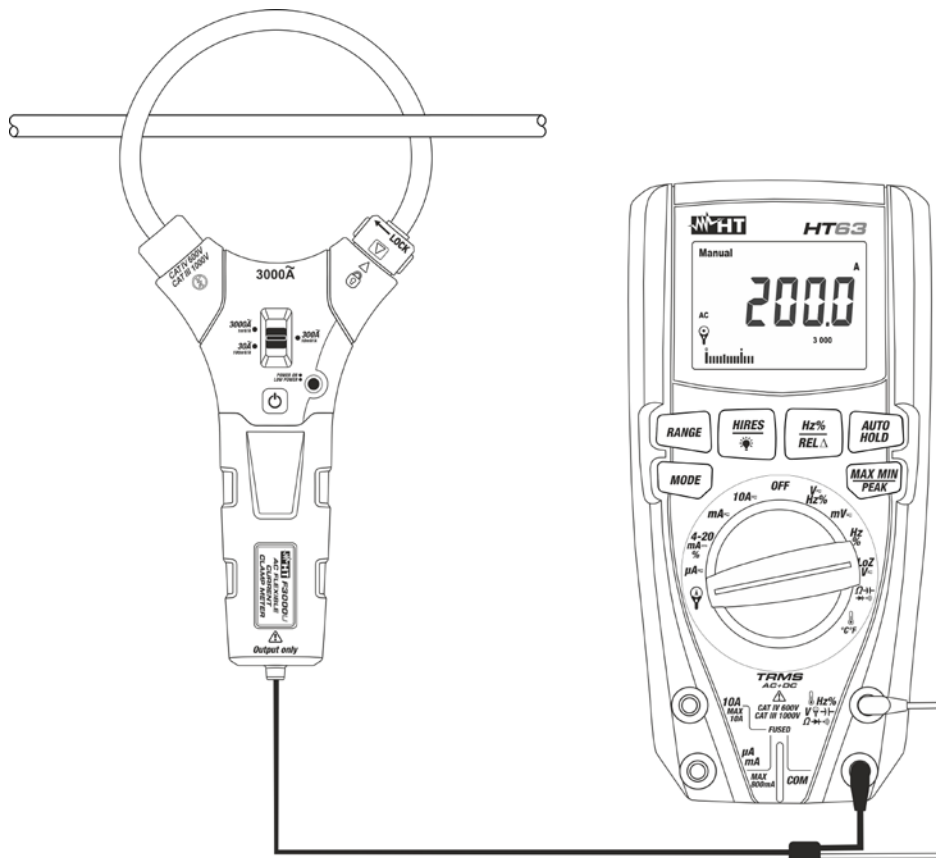

Abb. 3: Verwendung für die Messung von AC Strom zusammen mit Modell HT63
7. Öffnen Sie den flexiblen Stromwandler und umschließen Sie damit den Phasenleiter (siehe Fig. 3). Der Stromwert **in A** erscheint auf dem Display des Multimeters.